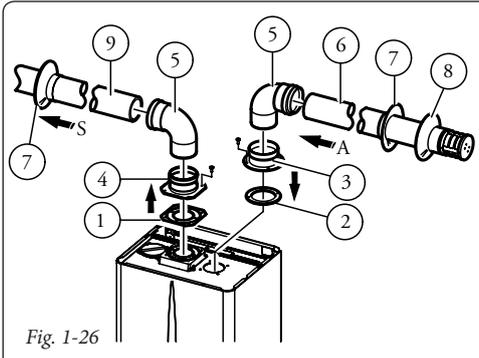

Fig. 1-26
**Kit separatore Ø 80/80.** Il kit separatore Ø 80/80, consente di separare i condotti di scarico fumi e aspirazione aria secondo lo schema riportato in figura. Dal condotto (S) vengono espulsi i prodotti della combustione. Dal condotto (A) viene aspirata l'aria necessaria per la combustione. Il condotto di aspirazione (A) può essere installato indifferentemente a destra o sinistra rispetto al condotto centrale di scarico (S). Entrambi i condotti possono essere orientati in qualsiasi direzione.
- Montaggio kit (Fig. 1-26): installare la flangia (4) sul foro centrale della caldaia interponendo la guarnizione (1) e serrare con le viti a testa esagonale e punta piatta presenti nel kit. Togliere la flangia piatta presente nel foro laterale rispetto a quello centrale (a seconda delle esigenze) e sostituirla con la flangia (3) interponendo la guarnizione (2) già presente in caldaia e serrare con le viti autofilettanti con punta in dotazione. Innestare le curve (5) con lato maschio (liscio) nel lato femmina